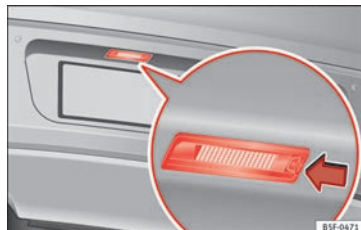

Fig. 121 I stødfangeren bagest: nummerpladelygte
1. Tryk nummerpladelygtens tap i pilens retning » Fig. 121.